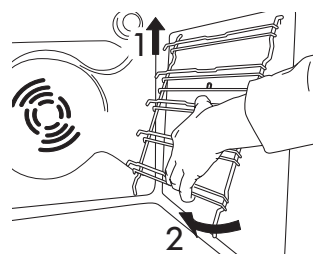

Fig. 3
1. Per rimuovere le griglie, sollevarle (1) e ruotarle (2) come mostrato nella fig. 3.